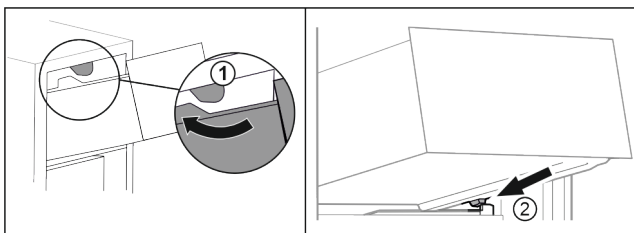

Fig. 102
- ▶ Vezesse el a fiókot a felső ütközők körül. Fig. 102 (1)
- ▶ Helyezze a fiókot ferdén az alsó ütközők mögé, a tartóbordára. Fig. 102 (2)